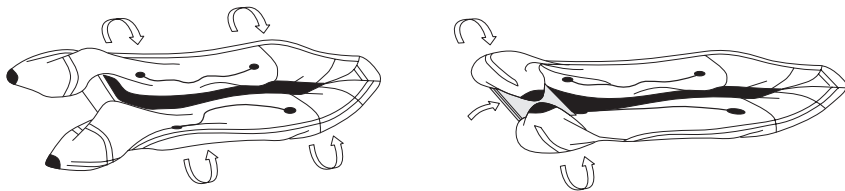

Рис. 5
- Уложите боковые камеры в середину лодки верхней стороной к днищу (Рис. 5).